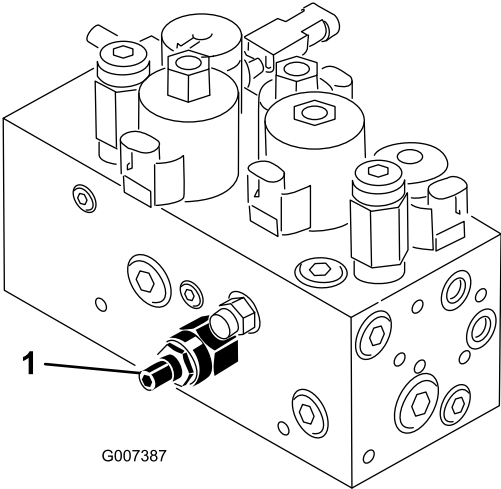

图49
滚刀组提升/降下回路配备有流量控制阀图49。此阀门是在工厂预设的但因液压油温度、剪草速度和附件等的不同可能需要进行调节。如需调节请按照以下方式进行
- 1. 提起座椅找到用于中央牵引架的流量控制阀图49其位于液压歧管一侧。